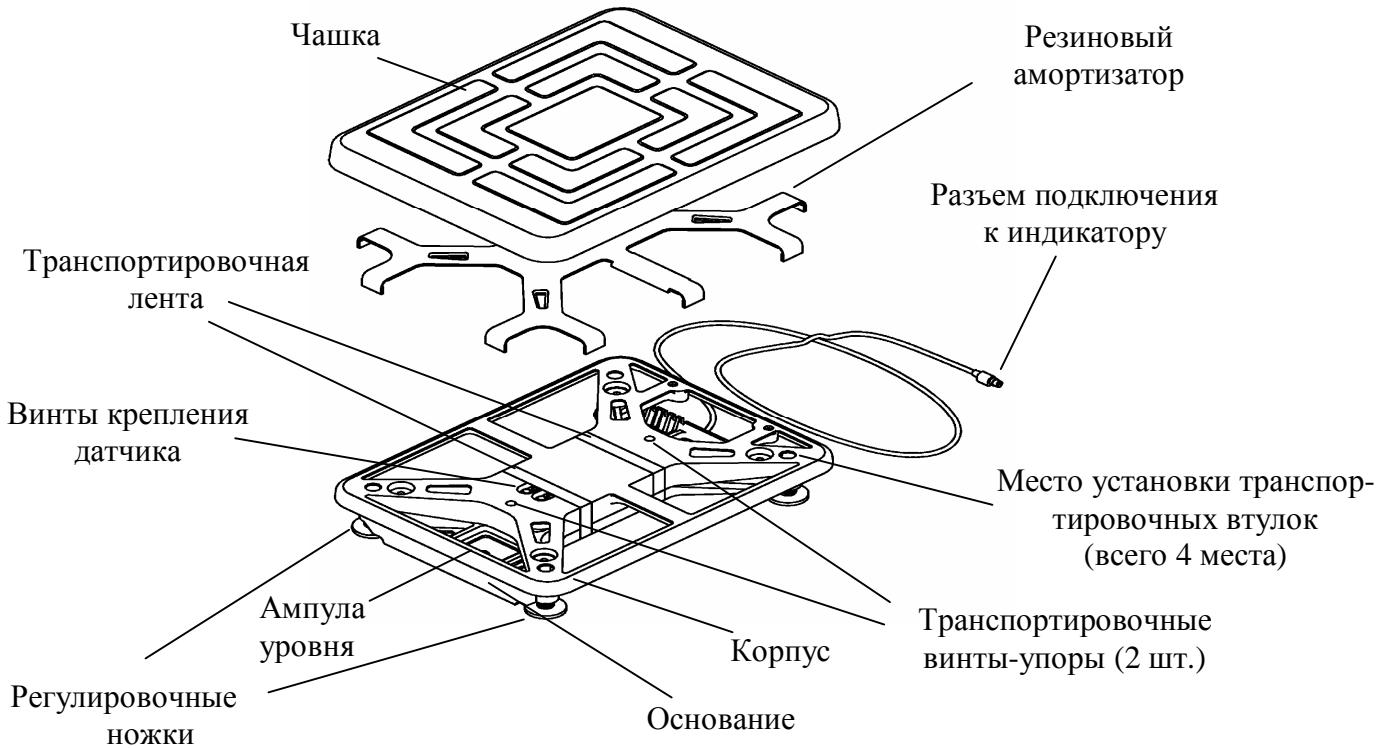

Рисунок 6.1- Весовая платформа ТВ-С_Р3
6.1.2 Снять чашку с весовой платформы. Вынуть из весовой платформы транспортировочные вкладыши (рис.6.1, 6.2).
6.1.4 В весовой платформе TB-S_P3 (рис.6.1) срезать и удалить транспортировочную ленту и вывернуть два транспортировочных винта-упора, вращая их только против часовой стрелки.